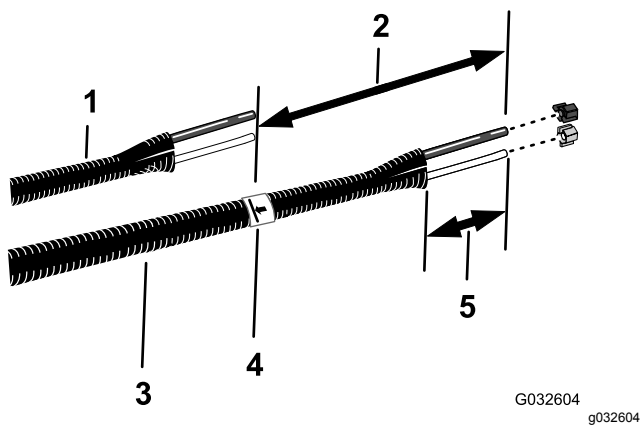

Figura 20
6. Alinee los tubos de líquido y aire antiguos (Figura 20) con el conjunto de tubos nuevo (Pieza Toro N° 114–9553).
- En el conjunto de tubos nuevo, añada 26 cm a partir de la marca que hizo en el paso 7, marque el conjunto de tubos y corte los tubos en la 2ª marca (la más larga) (Figura 20).
- Retire de 77 a 102 mm de la funda en cada extremo del conjunto de tubos (Figura 20).